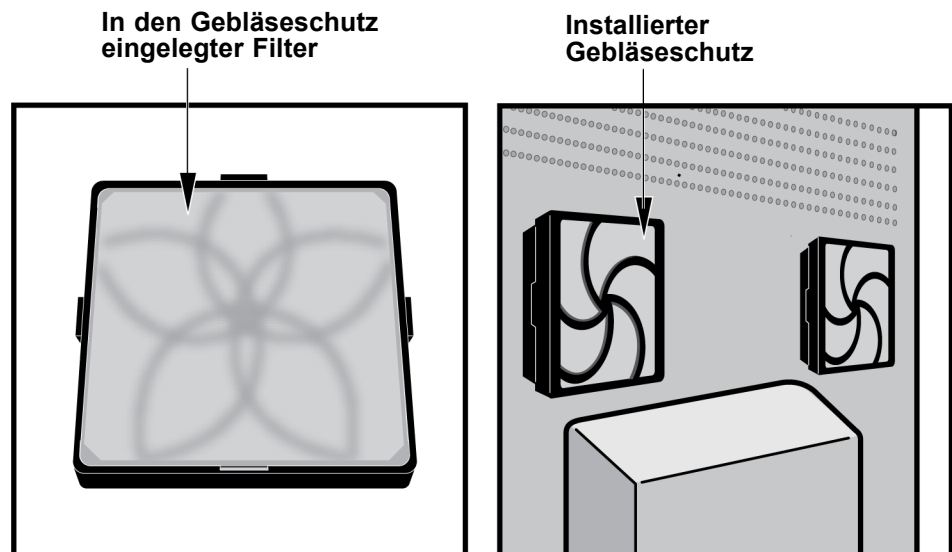

Abbildung 9-20. Installierter Gebläseschutz mit Ersatzfilter
7. Bringen Sie den Gebläsefilterschutz in einer Einheit mit dem Filter in Position. Drücken Sie die Seiten des Gebläseschutzes fest auf das Gebläsegehäuse, bis der Griff am Gebläse einrastet. Drücken Sie die Unterkante des Gebläseschutzes an, bis der Griff am Gebläse einrastet. Vgl. Abbildung 9-20.